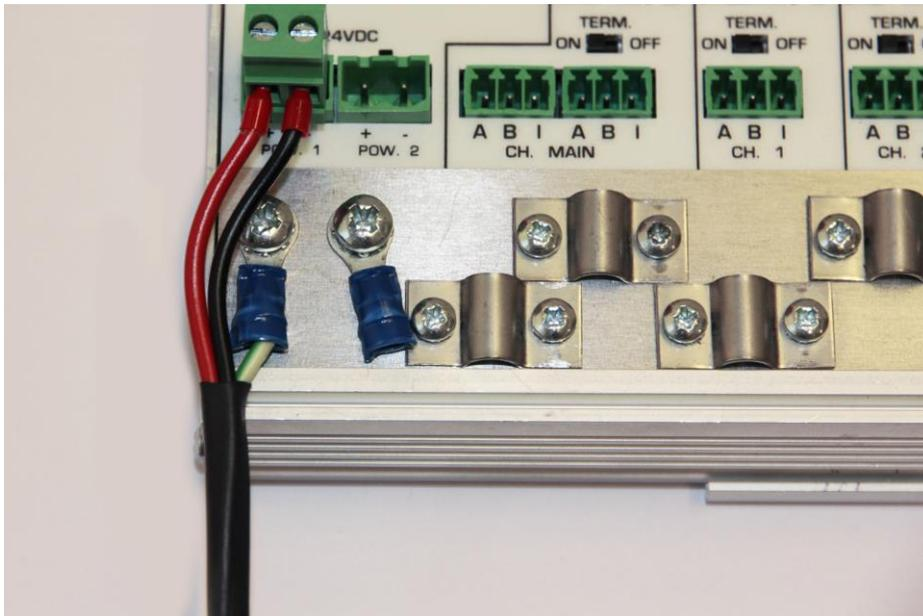

Abb. 12 – Verbindung zur Bodenschiene
- ① Es wird empfohlen, ein Netzteil mit einer Erdleitung (3-Leiter) zu verwenden. Verbinden Sie das Massekabel des Netzkabels mit der Masseschiene des ProfiHubs. B2+R. Verbinden Sie die Erdungsschiene mit der gemeinsamen Masse über ein separates Massekabel. Siehe Abb. 12 als Beispiel.